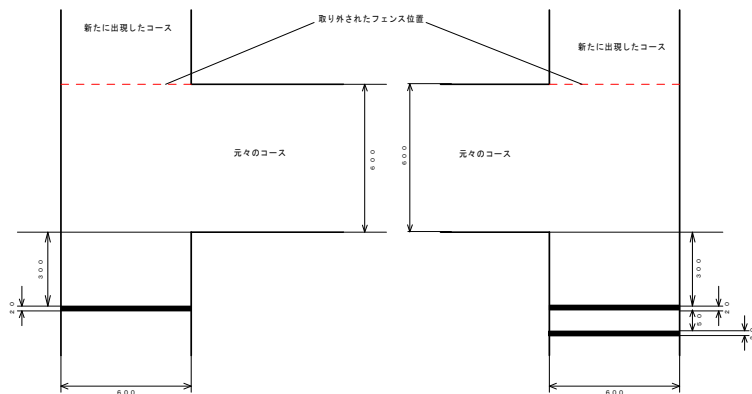

図4 出現する分岐コース（決勝のみ）
- (4) 決勝時にはフェンスが取り外されて分岐コースが出現します。(図4) 新しく出現したコース内にはゴール方向経路を示すマーキングが施されます。この時、予選コースには新たなマーキングは施されません。
- (5) 競技場のコース床面は図の通りに明確に区別の付くトーンで2色に色分けされています。コースの全体は「白色」、コースのマーキングラインは「黒」の塗料でそれぞれペイントされています。スタートライン及びゴールラインはセンサでは検出できない白で引かれます。(ターナー色彩(株)ターナーネオカラー 表示色名『白』、『黒』)。